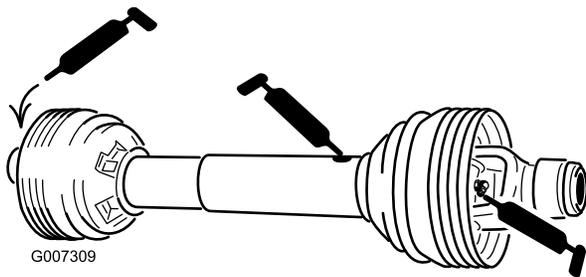

Figura 39
Albero della presa di forza (3) (Figura 39)